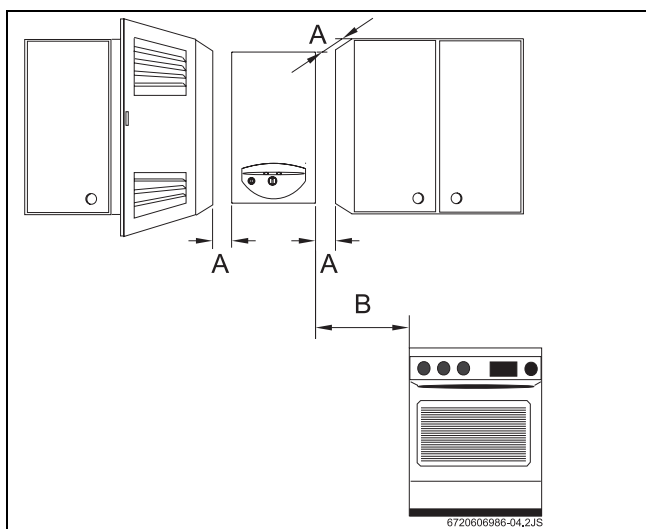

Fig. 12 Distâncias mínimas
- ▶ Respeitar as medidas mínimas de instalação indicadas na →Fig. 12.
- ▶ Assegurar o bom acesso nos trabalhos de manutenção, respeitando as distâncias mínimas indicadas na →Fig. 12.